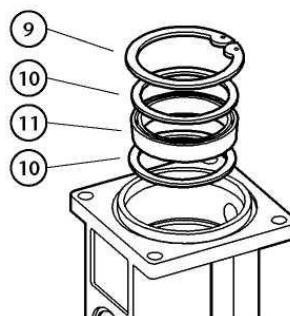

Рис. 10
5. Отсоедините поршень насоса (8) и снимите пружинный кольцевой замок (9), шайбы (10) и уплотнение (11) (рис. 10). Проверьте поршень насоса на отсутствие царапин и замените поврежденные части.
6. Соберите насос, выполнив приведенные выше шаги в обратном порядке. Нанесите герметик на резьбу реверсивного механизма (4).